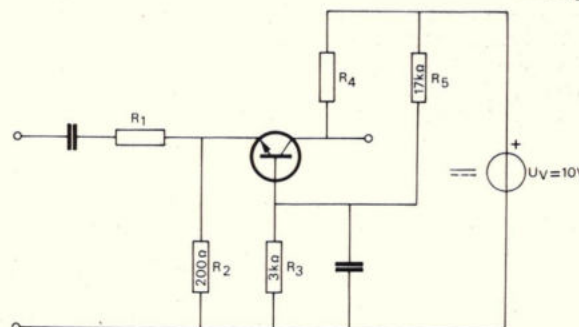

Fig. 27.
5. Van de transistor in de schakeling van fig. 27 is gegeven  $U_{BE} = 0,5 \text{ V}$ . De wisselstroomweerstand tussen emitter en basis is